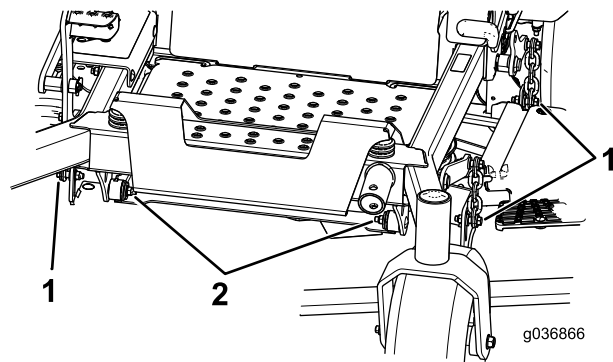

Bild 85
7. Entfernen und bewahren Sie die Schrauben und Muttern an beiden Seiten der Maschine auf (Bild 85).